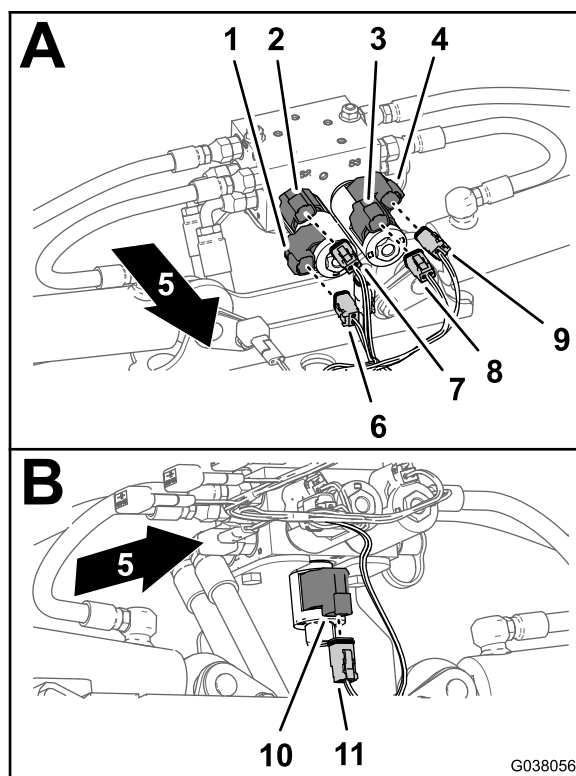

Figura 115
1. Nel solenoide inferiore sinistro, collegate il connettore a 2 prese del cablaggio preassemblato posteriore indicato come SOLENOIDE IN BASSO A SINISTRA al connettore a 2 pin per il solenoide in basso a sinistra (Figura 115).
2. Nel solenoide superiore sinistro, collegate il connettore a 2 prese del cablaggio preassemblato posteriore indicato come SOLENOIDE IN ALTO A SINISTRA al connettore a 2 pin per il solenoide in alto a sinistra (Figura 115).
3. Nel solenoide superiore destro, collegate il connettore a 2 prese del cablaggio preassemblato posteriore indicato come SOLENOIDE IN ALTO A DESTRA al connettore a 2 pin per il solenoide in alto a destra (Figura 115).
4. Nel solenoide inferiore destro, collegate il connettore a 2 prese del cablaggio preassemblato posteriore indicato come SOLENOIDE IN BASSO A DESTRA al connettore a 2 pin per il solenoide in basso a destra (Figura 115).
5. Nella parte inferiore del collettore del cilindro di sollevamento, collegate il connettore a 2 prese del cablaggio preassemblato posteriore indicato come SOLENOIDE DI ATTIVAZIONE al connettore a 2 pin per il solenoide di attivazione (Figura 115).